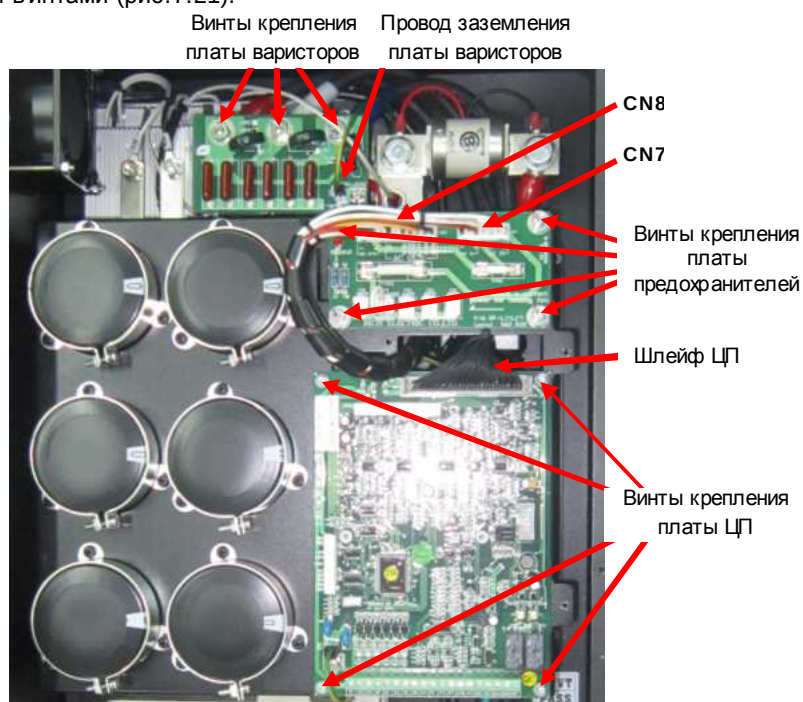

Рис. 7.21. Установка платы варисторов, платы предохранителей, платы ЦП.
7.19.1. Привернуть плату варисторов на стойки входных диодно-тиристорных модулей тремя винтами (рис.7.21).
7.19.2. Присоединить разъем заземления (рис.7.21).
7.20.1. Привернуть плату предохранителей на место четырьмя винтами (рис.7.21).
7.20.2. Соединить к разъемам «CN7» и «CN8» шлейф платы предохранителей (рис.7.21).
7.21.2. Вставить разъем шлейфа ЦП в ответную часть на плате центрального процессора и надавить на него так, чтобы защелкнулись боковые фиксаторы (рис.7.21).
7.21.3. Вставить в разъем Е на плате ЦП провод заземления (рис.7.21).